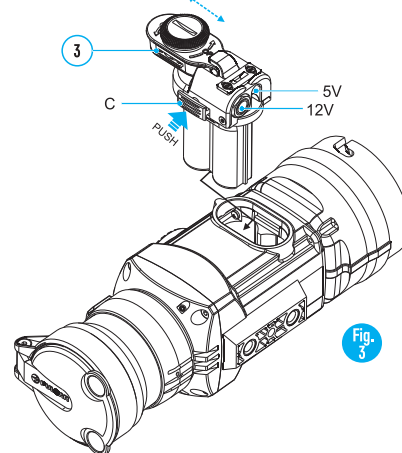

Fig. 3
- Installez l'adaptateur d'alimentation externe dans le compartiment à piles du monocular (voir Fig. 3). Assurez-vous que les loquets de l'adaptateur (C) sont encliquetés des deux côtés.
- Fixez le couvercle (3) sur l'adaptateur (voir Fig. 3).
- Allumez l'appareil avec une pression courte sur le bouton «ON/OFF» (10).